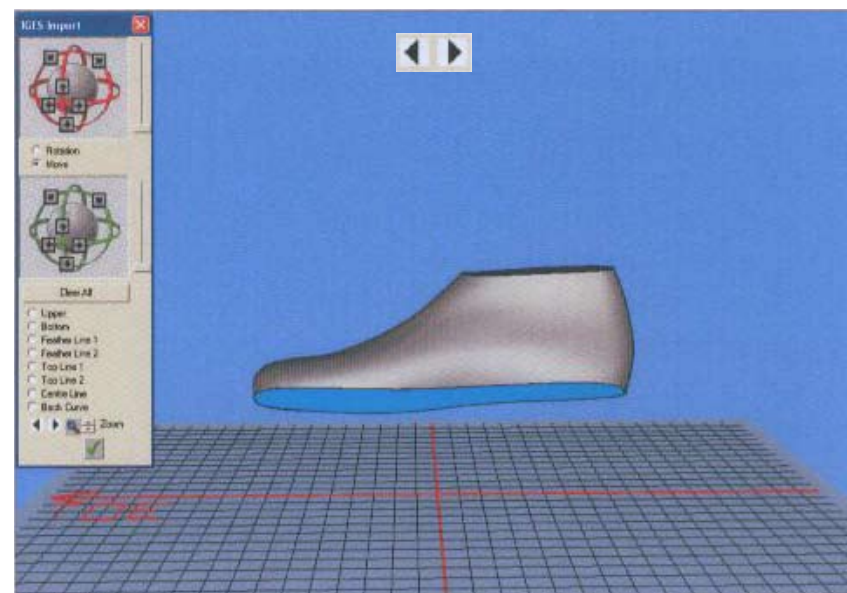

Рис. 162
- Используйте стрелки в диалоговом окне **IGES Import**, чтобы листать различные компоненты колодки, которые обнаружила программа. Они будут выделяться **синим** цветом, как показано на рис. 162.